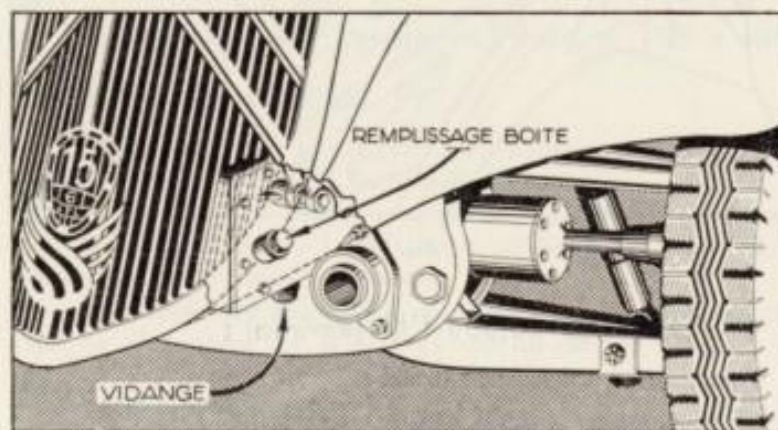

Fig. 16.
Dévissez le bouchon de remplissage (fig. 16) et essayez la jauge qu'il porte. Revissez le bouchon d'un tour, puis enlevez-le.
- a) de vidanger votre boîte de vitesses (fig. 16) ;